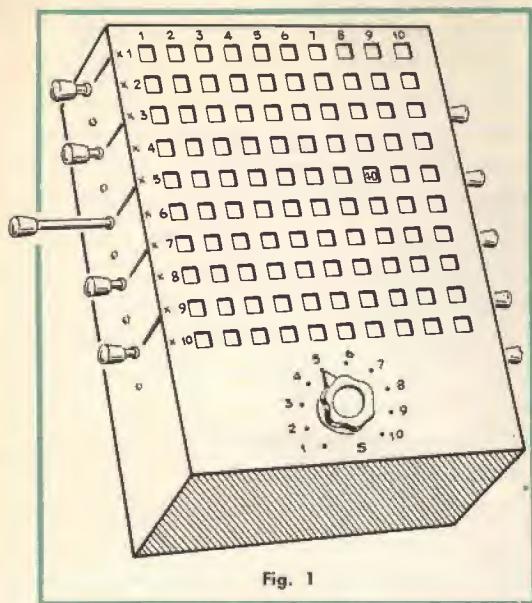

Fig. 1
**P**resentiamo un giocattolo matematico che può piacere ai bambini e nello stesso tempo può interessare sotto l'aspetto costruttivo numerosi lettori. Premettiamo che sono coperti da brevetto sia il dispositivo utilizzabile per lo studio della tavola pitagorica, sia molte sue parti componenti. Il funzionamento di questo giocattolo è veramente molto semplice: una pila ed un commutatore rotante permettono di accendere una dopo l'altra dieci lampadine che sono fissate nell'interno di una scatola alle estremità di dieci bracci mobili. Osservando la scatola (*fig. 1*) si notano su due lati di essa le impugnature dei bracci mobili, cinque per parte; inoltre si vede, sulla parte frontale della scatola, la manopola ad indice del commuta-